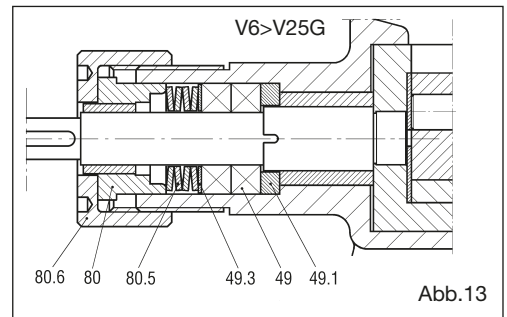

Abb.13
11.6 Entfernung der Packungsdichtung Pumpen aus Guss von V6 bis V25 (Abb. 13)
- Die Abdeckung (80.6) abschrauben und die Stopfbüchse (80) befreien.
- Die Packungsringe (49) unter Anwendung eines Abziehers für Packungen oder eines Schraubenziehers entfernen und ersetzen, nachdem der Sitz sorgfältig gereinigt worden ist. Die neue Packung montieren, die als vollständige Konfektion geliefert wird. Falls eine zu konfektionierende Packung verwendet wird, mit Bezug auf die Achse der Packung mit einem 45°-Schnitt auf das Außenmaß der Welle schneiden.